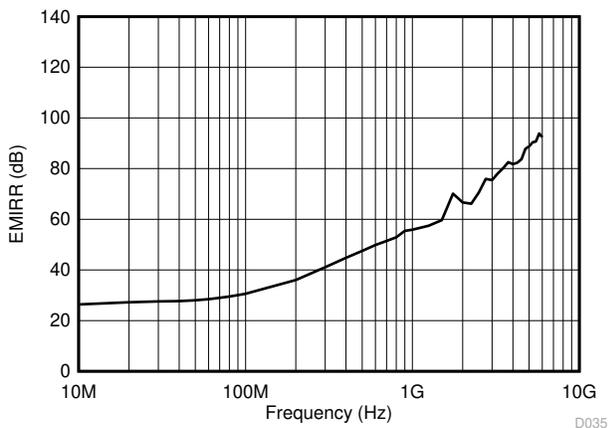

图 6-28. 以同相输入为基准的电磁干扰抑制比 (EMIRR+) 与频率间的关系
德州仪器 (TI) 已经开发出在 10MHz 至 6GHz 扩展宽频谱范围内准确测量和量化运算放大器抗扰度的功能。图 6-28 图说明了 LM3xxLV 系列的 EMI 滤波器在很宽的频率范围内的性能。更多详细信息请参阅可从 www.ti.com 下载的 运算放大器的 EMI 抑制比。